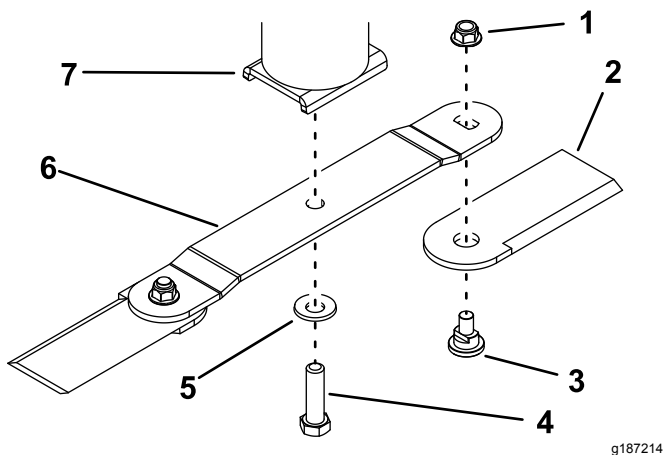

Figure 38
2. Au bas de la coupelle d'axe, enlevez le boulon de lame, la rondelle bombée et la lame du support de lame (Figure 38).
Si la lame est déséquilibrée, limez un peu de métal à l'arrière de la lame (côté opposé au tranchant) (Figure 38).
1. Fixez la lame à la coupelle d'axe à l'aide du boulon et de la rondelle bombée (Figure 38).
3. Pour poser seulement les lames-fléaux, fixez les fléaux au bout de la lame principale à l'aide du boulon et d'un écrou neuf pour chaque fléau (Figure 38). Serrez l'écrou à un couple de 103 à 127 N·m.